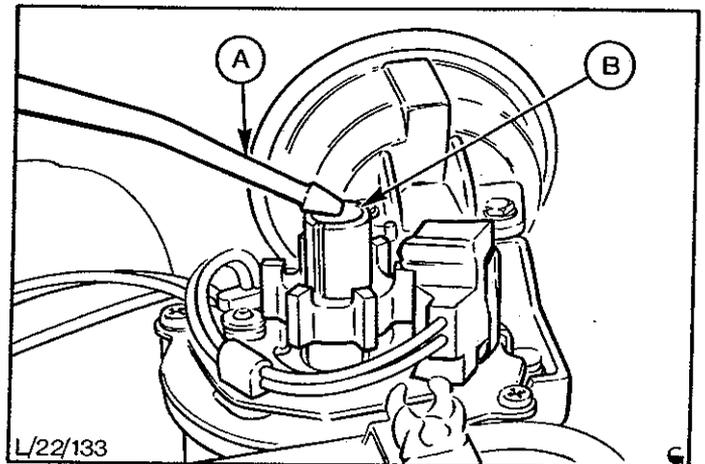

Abb.49 Verteilerwelle ölen
5. Verteilerwelle mit 2 Tropfen Motoröl schmieren, Abb.49.